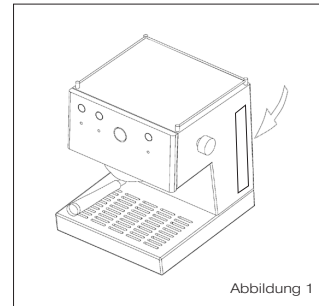

Abbildung 1
- 2 .Füllen Sie den Wassertank mit frischem Wasser. (siehe Abbildung 1) Vergewissern Sie sich, dass sich der Wasseransaugschlauch vollständig im Wassertank befindet.